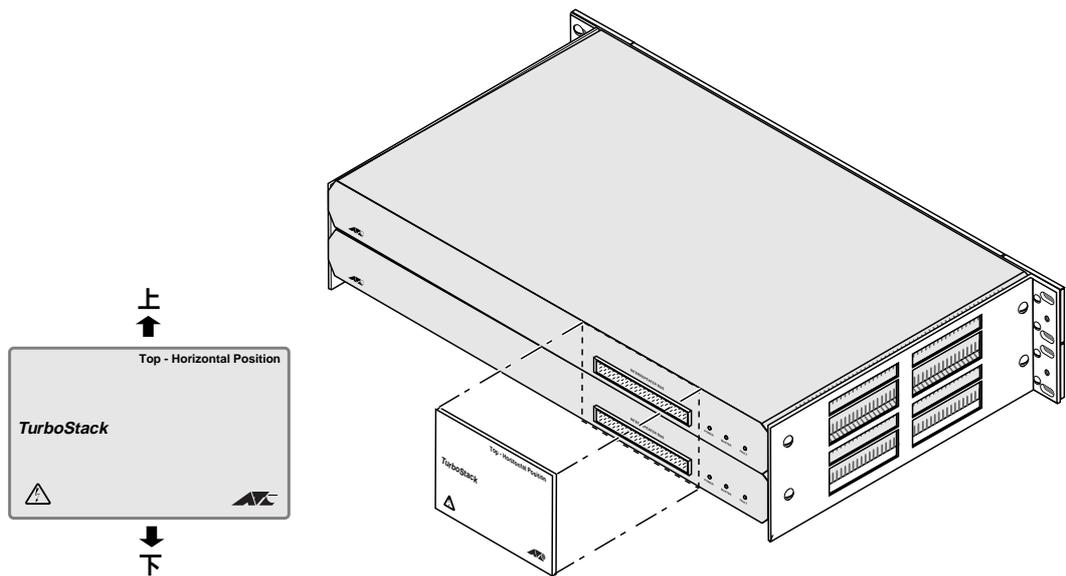

図 1.9 バックプレーンの取付
- (6) バックプレーンを取付けます（図 1.9 参照）。
- (7) 19インチラックに取り付ける、または、安定した台などに設置します。